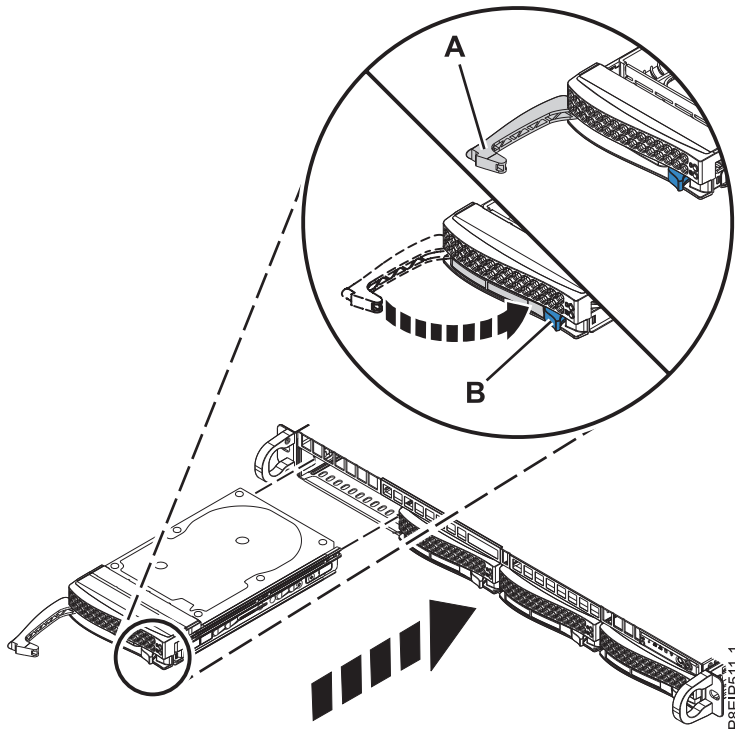

図 13. ディスク・ドライブのロックの詳細
7. ハンドル・リリースを押し込んで、ドライブ・ベイ・ハンドル (A) をロックします (14 ページの図 13 を参照)。